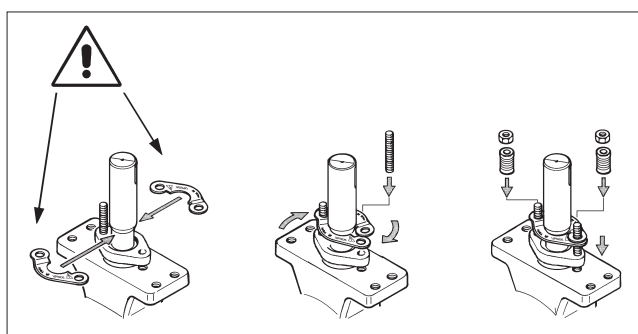

Fig. 16 Montage des plaques de retenue
- Enlever la clavette (10).
- Enlever les écrous (18), les sets de disques-ressorts (150), un goujon (14) et les fers de retenue (42) et le fouloir (9).
- Dégager les joints annulaires (69) de l'axe (5) avec un couteau ou tout autre outil approprié. Veiller à ne pas endommager les surfaces.
- Engager les nouveaux joints annulaires (69) sur l'axe (5). Le fouloir (9) pourra être utilisé pour les pousser. Attention à ne pas endommager la rainure de l'axe. Prière de noter que l'anneau de butée (67) est susceptible de sortir lors de l'extraction de la garniture dans la construction GA de 2" à 8" (5e signe du code de type). Il faudra alors le remettre en place lors de l'installation de la nouvelle garniture. Se référer à la figure 16 pour l'orientation correcte. Revisser le goujon enlevé.